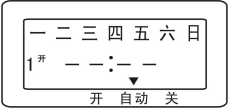

图1
- 5.2 设定第一次开启时间：按一下“定时”键。液晶显示屏出现(图1)状态,再按“校时”键和“校分”键，输入第一次开启时间。